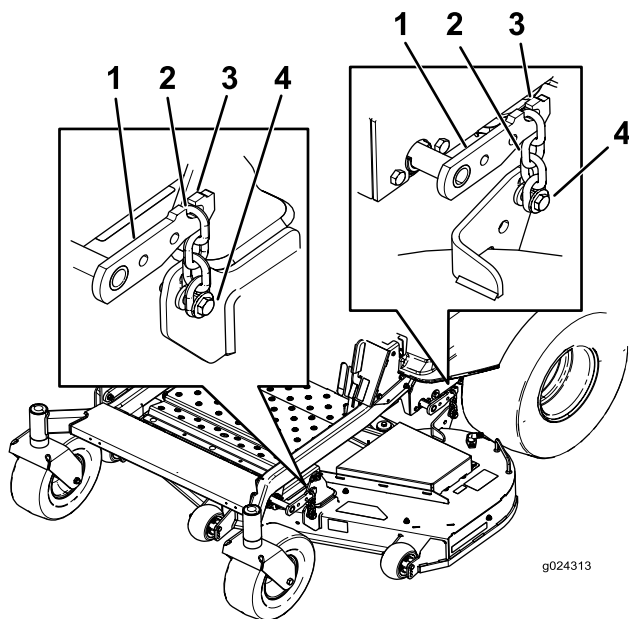

Figura 77
- Retire las cadenas de los ganchos de los brazos de elevación de la carcasa (Figura 77).
6. Eleve la parte trasera de la carcasa del cortacésped y conecte las cadenas a los brazos de elevación traseros (Figura 77).
7. Conecte las cadenas delanteras a los brazos de elevación delanteros (Figura 77).